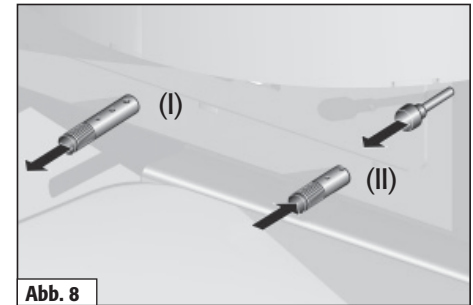

Abb. 8
| Sekundärluft einstellen.               | Sekundärluftschieber (II) auf Markierung 2. (s. Abb.8) |